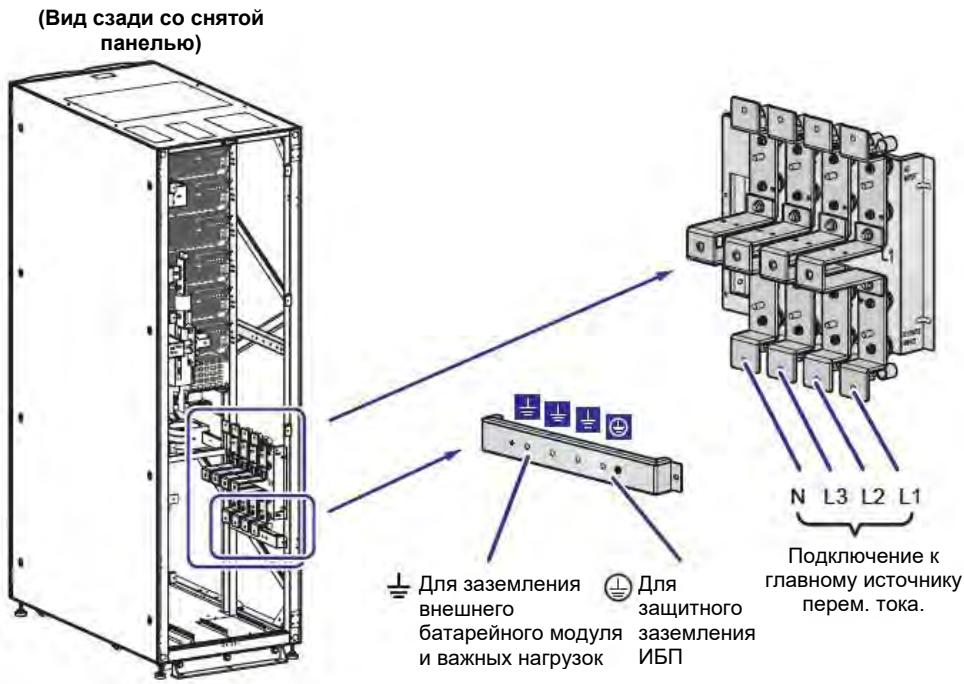

Рисунок 5-17: Схема нижнего подключения одного ИБП к одной линии. Шаг 1
- Рисунок 5-17: Схема нижнего подключения одного ИБП к одной линии. Шаг 1**